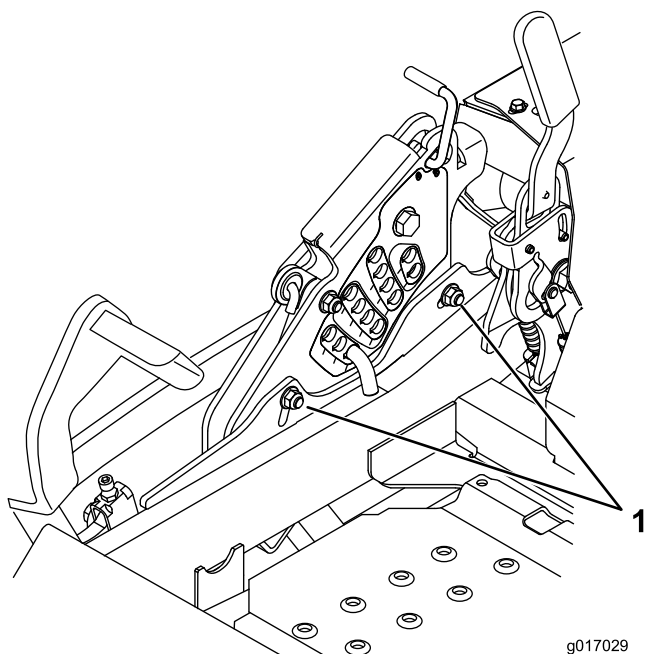

Figure 97
13. Pour régler le système monopoint, desserrez les deux boulons au bas de la plaque de hauteur de coupe. Reportez-vous à Figure 97.
15. Serrez les deux boulons au bas de la plaque de hauteur de coupe (Figure 97). Serrez à un couple de 37 à 45 Nm (27 à 33 pi-lb).